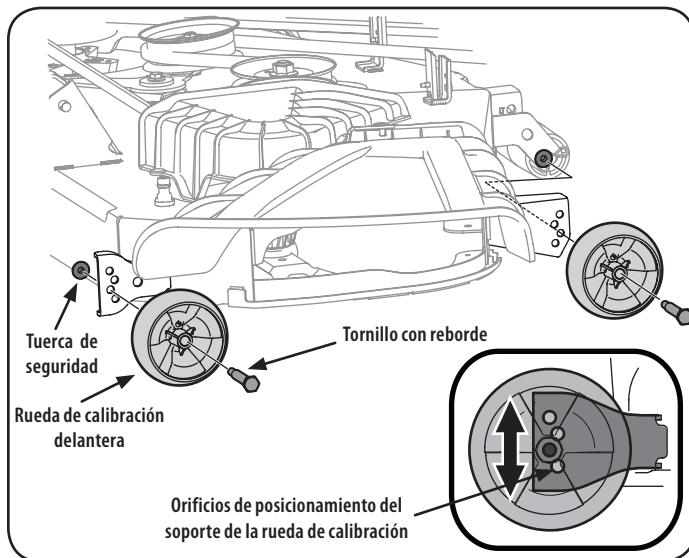

Figura 5
2. Retire la tuerca de seguridad con brida que fija el perno con reborde de la rueda de calibración delantera a la plataforma. Retire la rueda de calibración y el perno con reborde. Consulte la Figura 5.